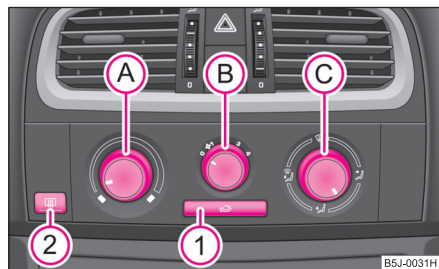

Abb. 105 Heizung: Bedienelemente
- Drehen Sie den Drehregler (A) ⇒ Abb. 105 nach rechts, um die Temperatur zu erhöhen.
- Drehen Sie den Drehregler (A) nach links, um die Temperatur zu senken.
- Drehregler **(A)** → Seite 85, Abb. 105 bis zum Anschlag nach rechts,
- Drehregler **(A)** → Seite 85, Abb. 105 bis zum Anschlag nach links,
- Drücken Sie die Taste , das Tasten-Symbol  leuchtet auf → Seite 85, Abb. 105.
Wenn der Luftverteilungsregler  in der Position  ⇒ Seite 85, Abb. 105 steht, wird der Umluftbetrieb automatisch ausgeschaltet. Durch wiederholtes Drücken der Drucktaste  können Sie auch in dieser Stellung den Umluftbetrieb wieder einschalten.
Die Luftzufuhr für die einzelnen Düsen stellen Sie mit dem Luftverteilungsregler  ein ⇒ Seite 85, Abb. 105. Die Luftaustrittsdüsen 3 und 4 können einzeln geschlossen und geöffnet werden.
Aus den geöffneten Luftaustrittsdüsen strömt je nach Stellung des Drehreglers  ⇒ Seite 85, Abb. 105 und nach Klimabedingungen erwärmte oder nicht erwärmte Luft. ■